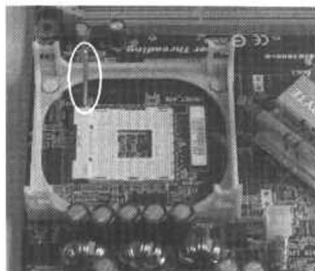

图 1-10 CPU 插槽侧面的手柄拉起后的效果
③ 将 CPU 插槽侧面的手柄拉起后的效果如图 1-10 所示。